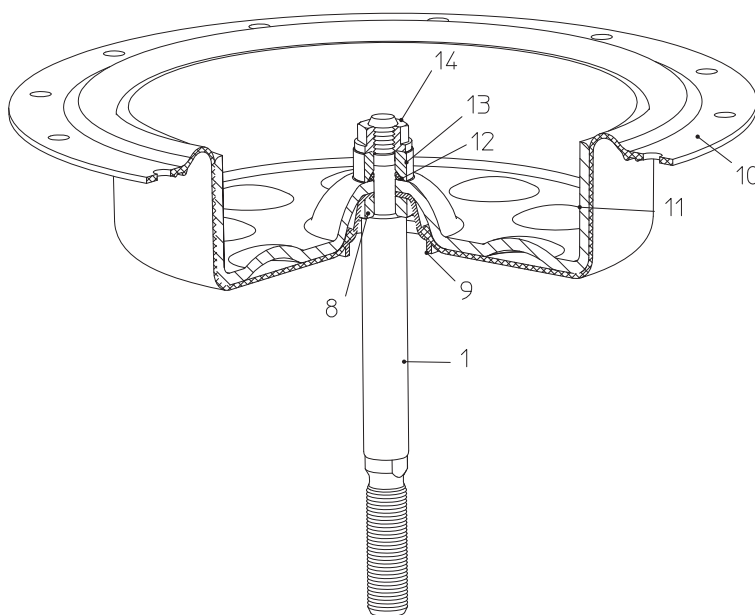
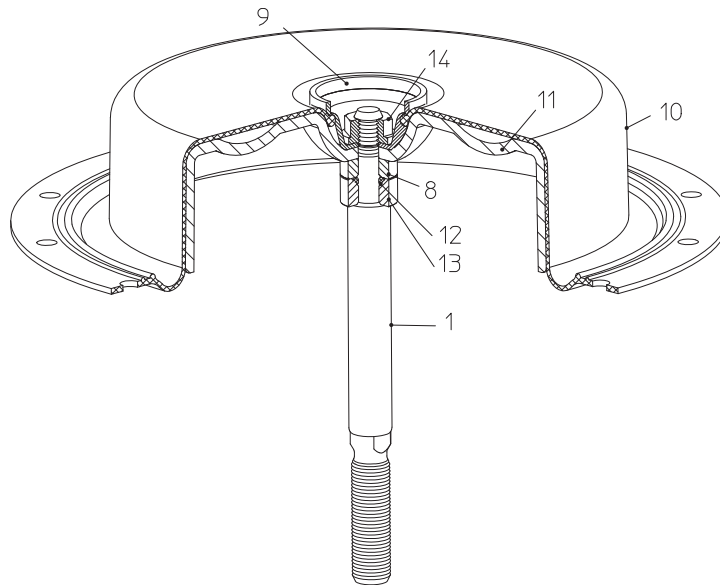
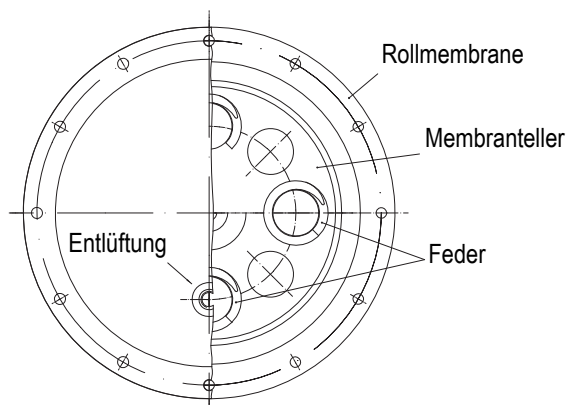

Bild 21: „Antriebsspindel durch Federkraft ausfahrend“
Bild 22: „Antriebsspindel durch Federkraft einfahrend“
Bild 23
- Beim Einsetzen der Baugruppe in den Antrieb Wirkungsweise „Antriebsspindel durch Federkraft ausfahrend“ muss eine Wölbung des Membrantellers (Pos. 11) mit einer Bohrung der Rollmembrane (Pos. 10) fluchten und genau über dem Luftanschluss des Membranbodens (Pos. 7) sein (Bild 21 und Bild 23).
- Beim Einsetzen der Baugruppe in den Antrieb Wirkungsweise „Antriebsspindel durch Federkraft einfahrend“ muss eine Wölbung des Membrantellers (Pos. 11) mit einer Bohrung der Rollmembrane (Pos. 10) fluchten und genau über dem Luftanschluss der Membranhaube (Pos. 18) sein (Bild 22 und Bild 23).